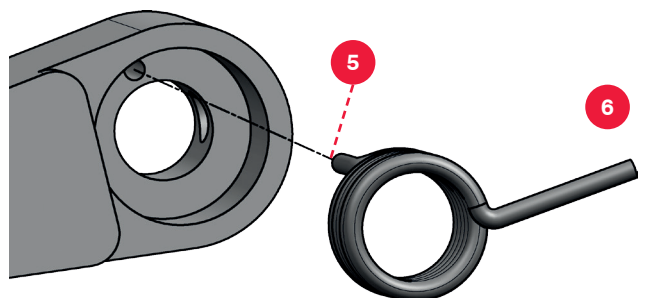

Figura 18
- Ao voltar a montar a mola **4** na patilha de segurança **1** o braço de mola **5** paralelo ao eixo deve ser encaixado no orifício da patilha (Figura 18).